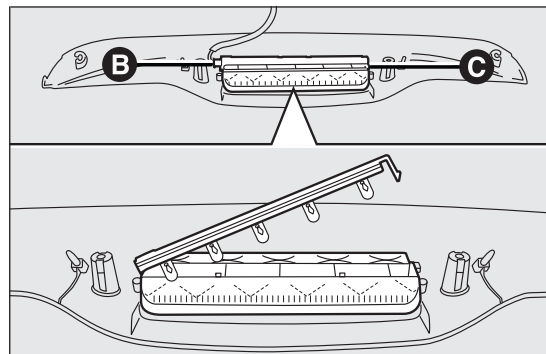

fig. 118
- ☐ desenchufar el conector eléctrico B fig. 118;
- ☐ presionar el dispositivo de retención C fig. 118 y abrir el portalámparas;